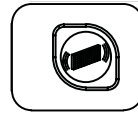

fig. 14
- Über das manuelle Reinigungssystem, indem die Taste des Filterrüttlers (Abb. 14) gedrückt und für einige Sekunden gedrückt gehalten wird. Diesen Vorgang während des Maschinenbetriebs 4 oder 5 Mal wiederholen. Dieser Vorgang sollte am Ende jedes Betriebszyklus durchgeführt werden. Wenn die Maschine in staubiger Umgebung benutzt wird (z.B. Sägewerke, Lager mit Flurverkehr usw.), sollte der Filterrüttler häufiger betätigt werden.